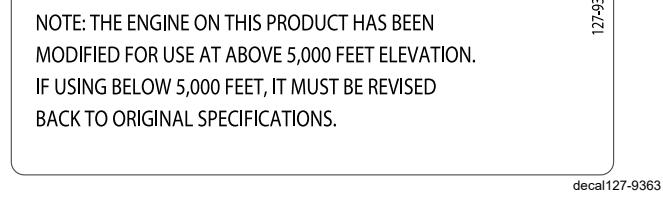

Figure 3
**En cas de doute concernant la conversion de votre machine pour l'usage à haute altitude, recherchez l'étiquette suivante (Figure 3).**